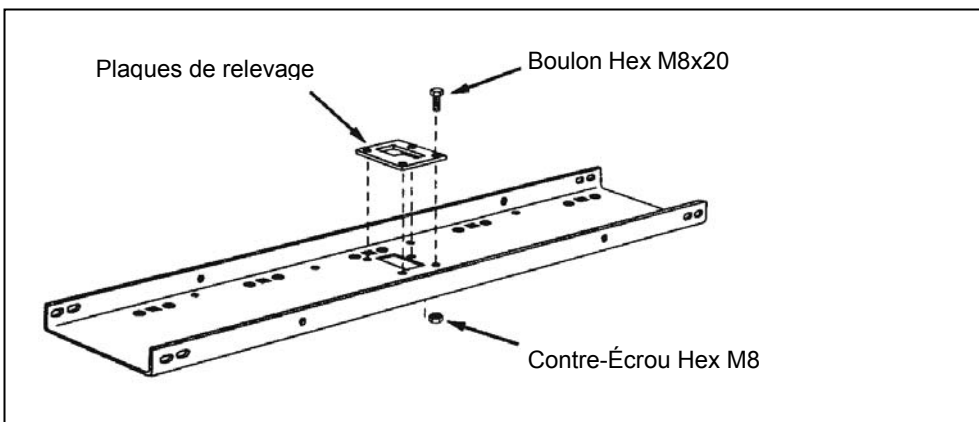

Figure1
1. Assemblez la plaque de relevage sur le haut du bouclier à dents à l'aide de quatre boulons hex (à tête hexagonale) M8x20 et des contre-écrous hex M8 comme le montre la figure 1. Serrez.